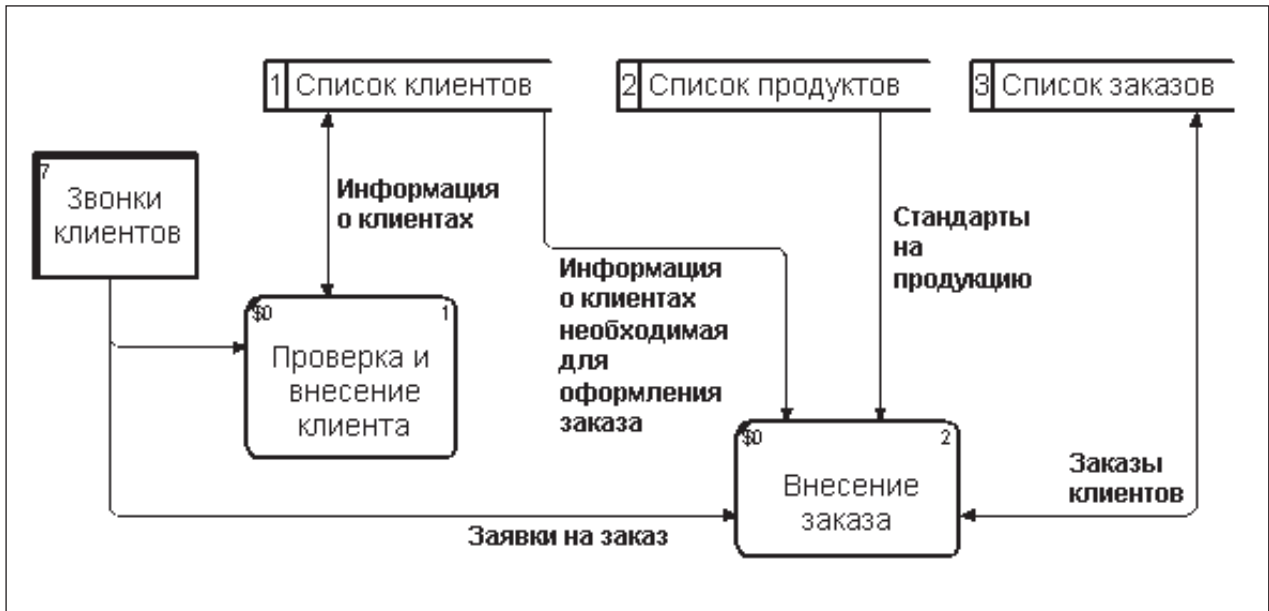

Рис. 15.2. Диаграмма A22
7. Создайте внутренние ссылки согласно рис. 15.2. При именовании стрелок используйте словарь.